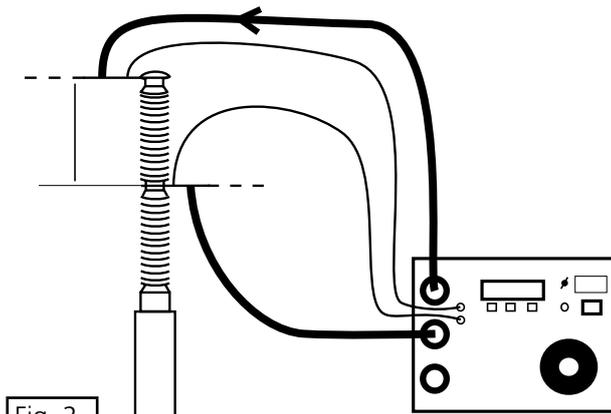

Fig. 2
**Important:** Les câbles de mesure doivent être connectés à l'intérieur des câbles de courant, sans quoi les données peuvent être faussées. Voir Fig 2.